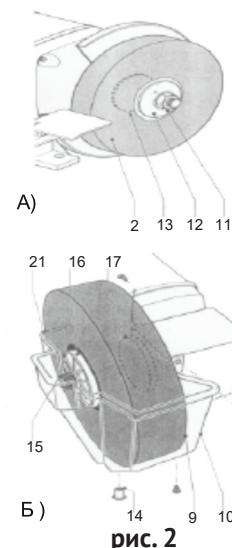

рис. 2
#### 2.2.1 Замена круга сухой заточки иллюстрирует рис.2 А:
- открутив зажимную гайку (рис.2А поз.11), снять с ротора зажимный фланец (рис.2А поз.12) и использованный круг (рис.2А поз.2);
- очистить опорный (рис.2А поз.13) и зажимный (рис.2А поз.12) фланцы от абразивных частиц;
2.2.2 Замена круга «мокрой» заточки иллюстрирует рис.2 Б:
- слив воду из резервуара (рис.2Б поз.10), снять его с корпуса редуктора (рис.1 поз.11);
- открутив зажимную гайку (рис.2Б поз.15), снять с вала зажимный фланец (рис.2Б поз.16) и использован- ный круг (рис.2Б поз.9);
- очистить опорный (рис.2Б поз.17) и зажимный фланцы;
#### 2.2.6 Рекомендации при заточке с охлаждением (см. рис.2Б)
Мелкозернистый круг (рис.2Б поз.9) предназначен для окончательной «доводки» затачиваемого инструмента.
- перед началом работы проверить, закрыто-ли сливное отверстие кюветки пробкой (рис.2Б поз.14);
- заполнить кюветку (рис.2Б поз.10) водой до погружения нижнего края круга минимум на 2 см.;
- по окончании работы слить воду, открыв пробку (рис.2Б поз.14), промыть резервуар.